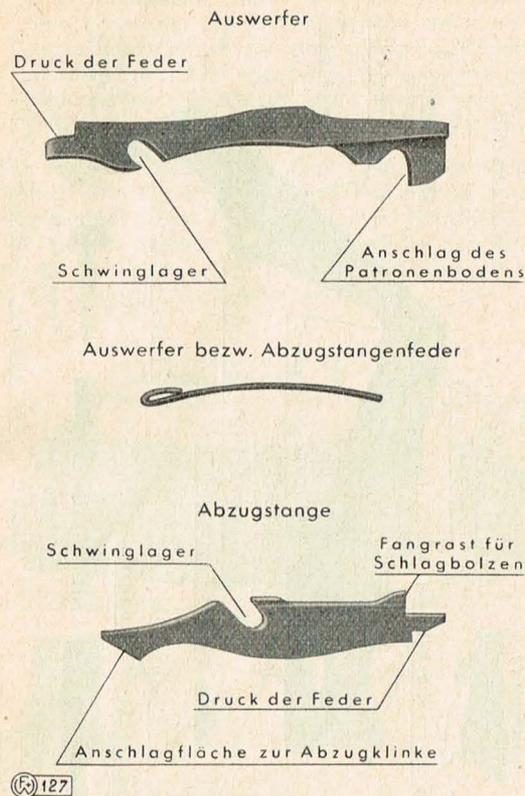

Fig. 11
b) **Das Verschlussgehäuse** ist mit dem Lauf durch ein Gewinde fest verbunden. Es dient zur Führung des Verschlusses und hat zu diesem Zwecke zwei **Führungstollen**. Der untere Stollen bildet zugleich die **Fangrast** für das Fanggelenk. Unten ist die **Abzugstange** mit zugehöriger Feder eingelassen, oben befindet sich der **Auswerfer** mit Feder (Fig. 11).